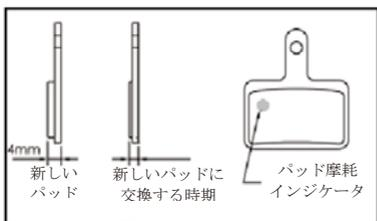

図 H-1 摩耗したブレーキパッドの特定
(図 H-1)
- ・ ブレーキパッドの厚みを確認します - 合計の厚みが推奨値を超えていること (図 H-1)。